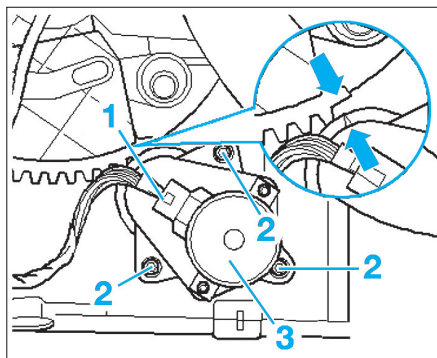

Fig. 68
- Débrancher le connecteur (1) et dévisser les vis (2) (Fig.68).
- Extraire le servomoteur de distribution d'air avant (3).
A la repose, opérer dans le sens inverse de la dépose puis effectuer un essai de fonctionnement. Afin que le volet de répartition d'air soit réglé correctement, les repères (flèches) doivent coïncider (Fig.68).